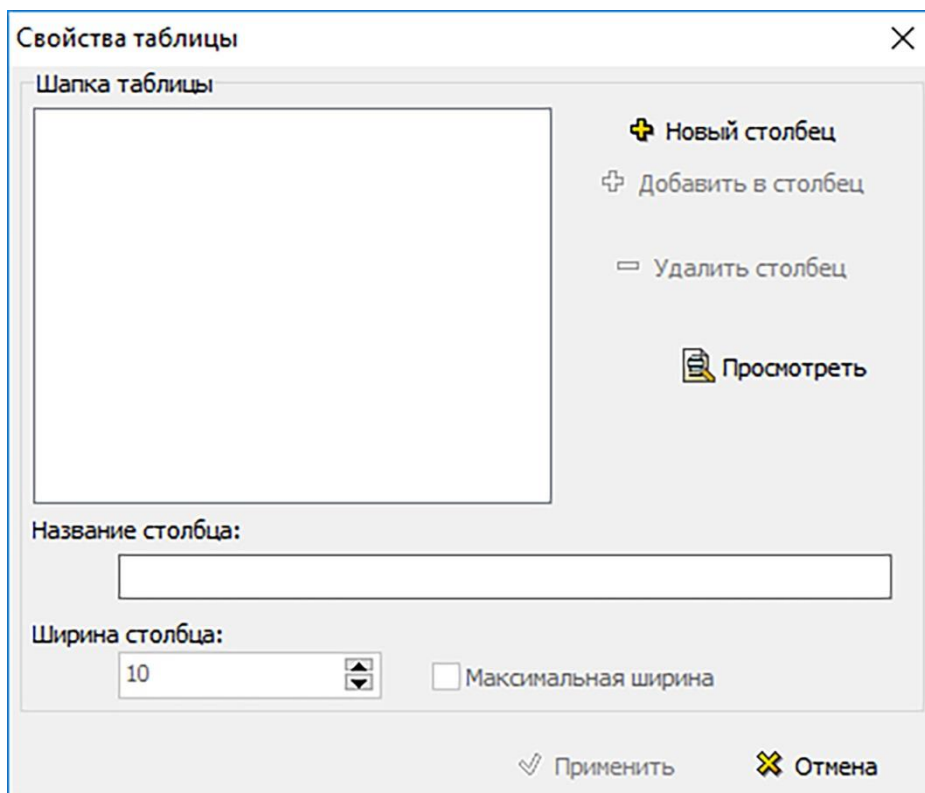

Рисунок 199
9) В диалоговом окне **Параметры таблицы** нажмите на кнопку **Применить**. При этом появится окно **Свойства таблицы** (рисунок 199).